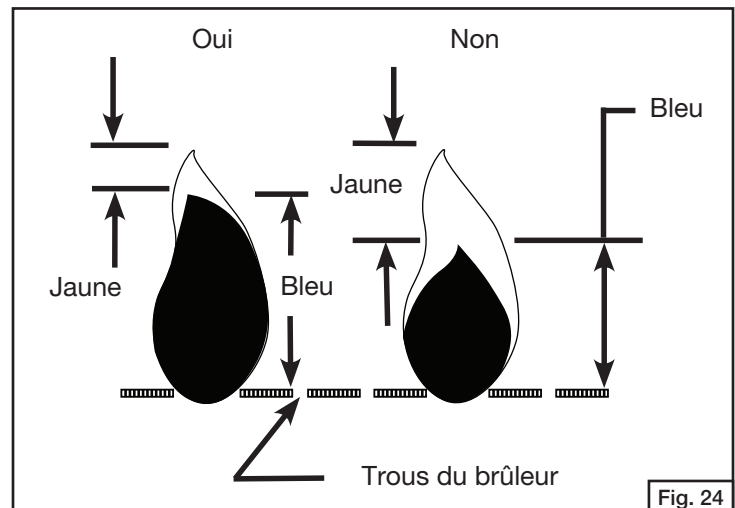

Fig. 24
- Les flammes doivent être identiques à la flamme correcte de la Fig. 24 et se présenter comme suit: